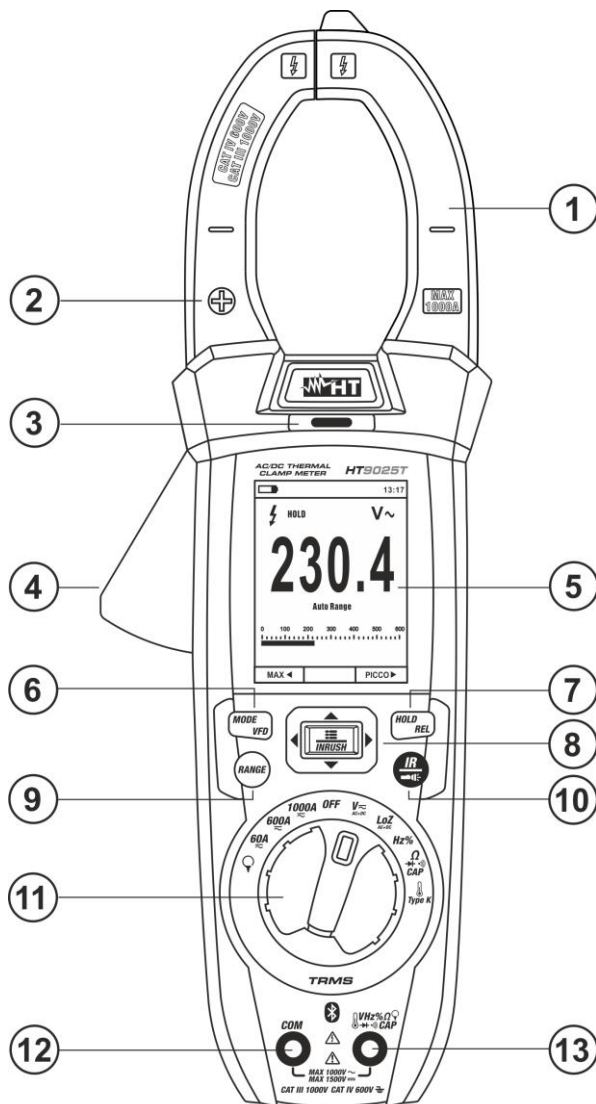

Fig. 1 Vorderseite des Messgeräts
2. Bringen Sie das Gerät einer AC Quelle nah und prüfen Sie, ob sich die rote LED auf der Oberseite einschaltet (siehe Fig. 1 – part 3). Dies bedeutet, dass das Gerät die Anwesenheit der Quelle ermittelt, hat